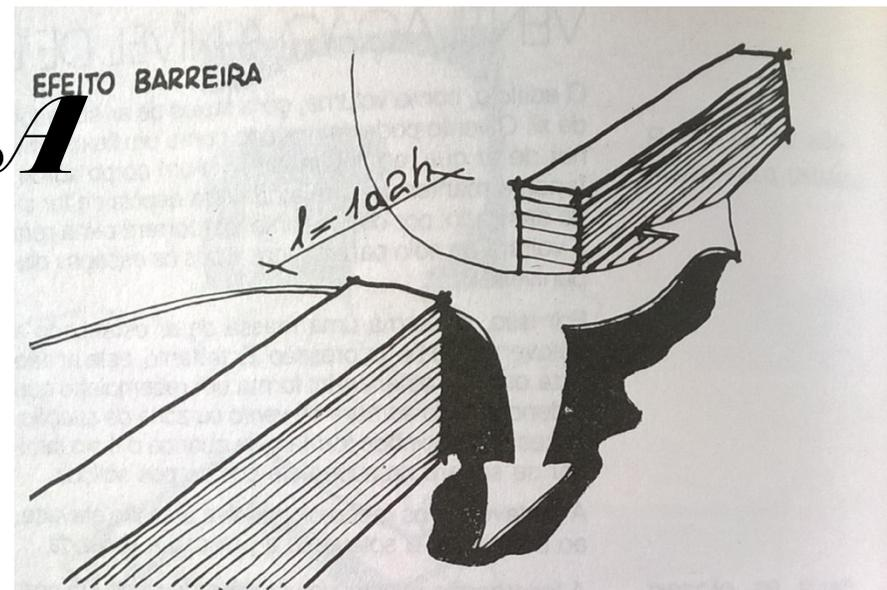

Figura 1
- **Figura 1** – Quando a distância entre edifícios laminares for entre 1 ou 2 vezes a altura dos edifícios – o vento que incide ortogonalmente às lâminas, ventilará o espaço posterior.